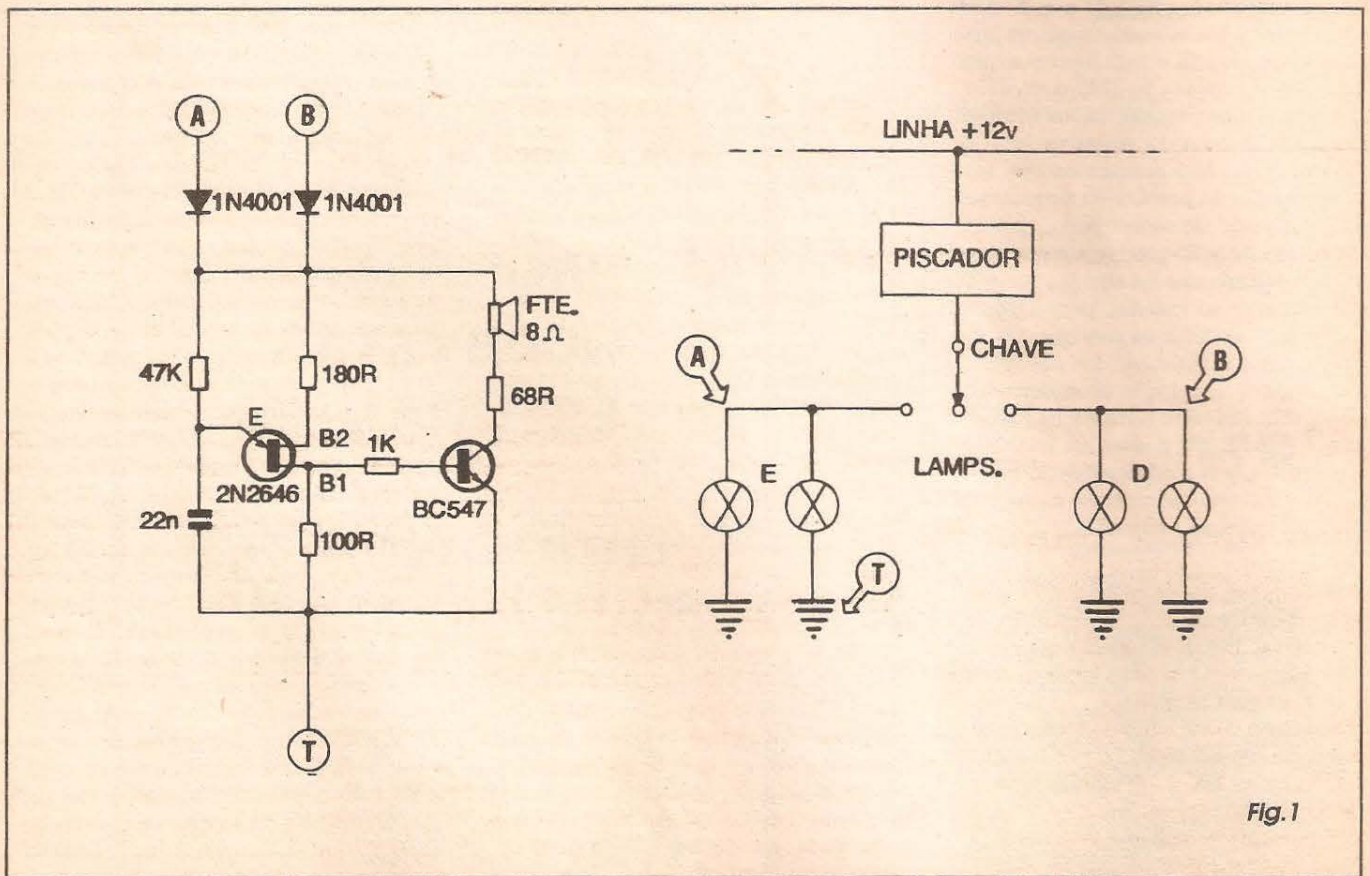

Fig.1
- FIG. 1 - AVISADOR SONORO DE SETA DIRECIONAL LIGADA, PARA CARROS E MOTOS... - Com seu núcleo ativo baseado em um TUJ 2N2646 mais um transistor bipolar comum, BC547, o CIRCUITIM é de facilíma elaboração e instalação, podendo ser usado tanto em motos quanto em carros, desde que o sistema elétrico seja de 12 VCC... Apresenta apenas três pontos de ligação externa, sendo que os terminais **A** e **B** devem ser conectados aos polos vivos das lâmpadas originais do veículo, indicadoras do *pisca de direção*, conforme mostra o diagraminha anexo... O ponto **T** do CIRCUITIM deve simplesmente ser ligado ao chassis do veículo (eletricamente correspondente à linha do **negativo** da alimentação, por-